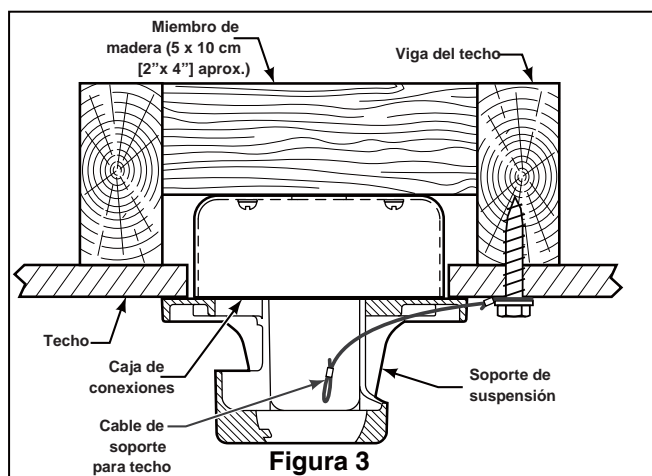

Figura 3
1. Perfore un orificio de 1/4" en la estructura del edificio para evitar grietas con la instalación del tornillo de intervalo. Utilice el tornillo de intervalo de 3/8"x 2" y la arandela plana para fijar el cable de seguridad a la viga del techo o a la estructura de madera. Dicho tornillo pasará a través de arandela plana, la presilla del cable de seguridad y se fijará en la estructura del edificio. (Figura. 3)
**NOTA:** el cable de soporte para techo no se puede asegurar solamente a la caja de conexiones; se debe asegurar directamente a la viga de techo o miembro estructural con el tornillo de cabeza cuadrada de 3/8"x2" y la arandela plana. (Figura 3)
- Conecte los cables tal y como se le indica:n(Figura 3)